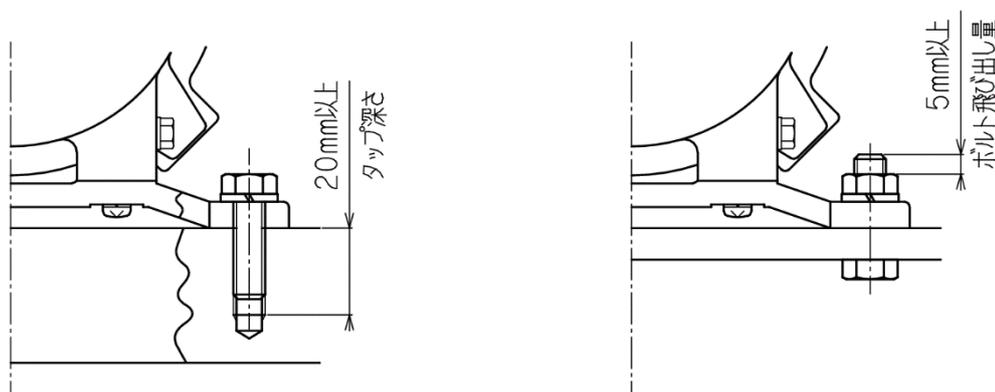

図2：固定方法
- (2) ボルト&ナットで固定する場合は、図2のようにナット側にボルトの先端が5mm程度出る長さのボルトを使用してください。又、ベース面にタップ穴加工をして取付ける場合、図2のようにタップ深さは20mm以上必要です。